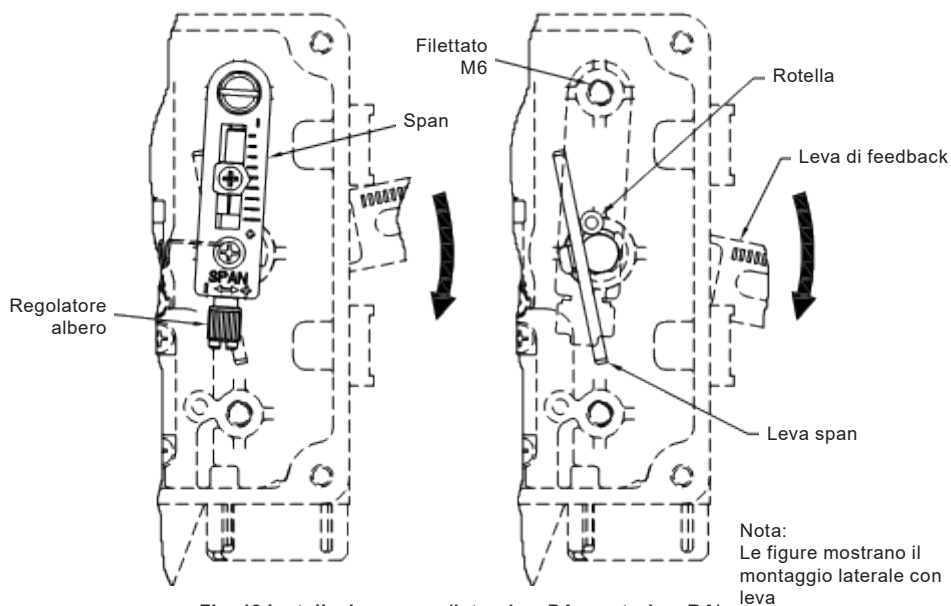

Fig. 18 Installazione span (laterale = DA, centrale = RA)
- 1) Montaggio laterale - Se l'asse dell'attuatore si sposta verso il basso quando aumenta il segnale in ingresso, montare lo "Span" sul foro filettato M6 superiore come mostrato nella Fig. 18 seguente (DA)
Montaggio centrale. Se l'asse dell'attuatore si sposta verso l'alto quando aumenta il segnale in ingresso, montare lo "Span" sul foro filettato M6 superiore come mostrato nella Fig. 18 seguente (RA)